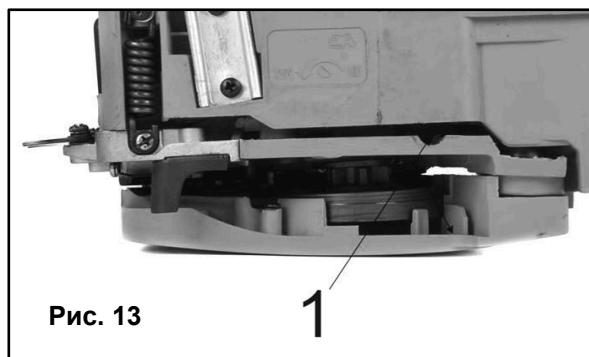

Рис. 13
- Поворот винта (1)(См. Рис.13) по часовой стрелке уменьшает, а против часовой стрелки - увеличивает расход масла.